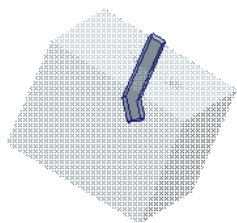
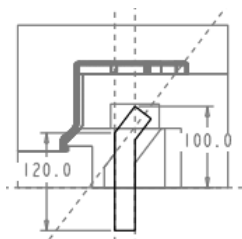

图 26.30 实体拉伸特征
图 26.31 截面草图
(1) 在系统弹出的“创建元件”对话框中，在 **类型** 区域选中 零件单选项，在 **子类型** 区域选中 实体单选项，在 **名称** 文本框中输入元件的名称 BEND_POLE；单击 **确定** 按钮。
(2) 在系统弹出的“创建选项”对话框中选中 创建特征 单选项, 然后单击 确定 按钮。系统弹出“模具特征”菜单。
Step3. 创建图 26.30 所示的实体拉伸特征。
(1) 单击 **模具** 功能选项卡 形状 区域中的 拉伸 按钮, 此时系统弹出“拉伸”操控板。
(2) 定义草绘截面放置属性。在绘图区中右击, 选择快捷菜单中的 定义内部草绘... 命令。系统弹出“草绘”对话框, 然后选择 MOLD_FRONT 基准平面作为草绘平面, 草绘平面的参考平面为 MOLD_RIGHT 基准平面, 方位为 右, 单击 草绘 按钮, 进入草绘环境。
(3) 进入截面草绘环境后, 绘制图 26.31 所示的截面草图; 完成截面草图的绘制后, 单击“草绘”操控板中的“确定”按钮 。
(4) 选取深度类型并输入深度值。在操控板中选取深度类型 , 再在深度文本框中输入深度值 14.5, 并按 Enter 键。
(5) 在“拉伸”操控板中单击 按钮, 完成特征的创建。